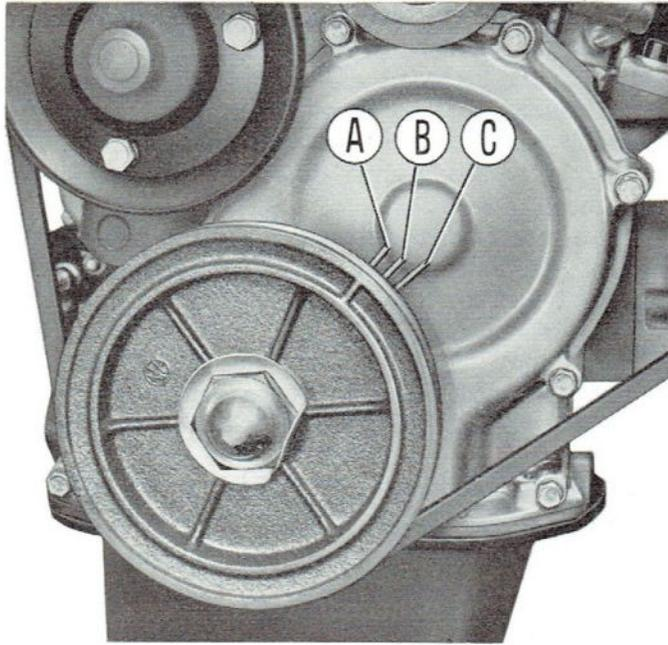

Abb. 137 - Bezugszeichen für die Einstellung der Zündung.
– Sich vergewissern, dass sich im Zylinder Nr. 1 der Verdichtungshub vollzieht und dass beide Ventile geschlossen sind. Hierzu ist die Kurbelwelle in eine Stellung zu bringen, bei welcher die erhabene Markierung am Umfang der Riemenscheibe an der Kurbelwelle mit dem Bezugszeichen (Abb. 137) am Steuergehäusedeckel übereinstimmt.